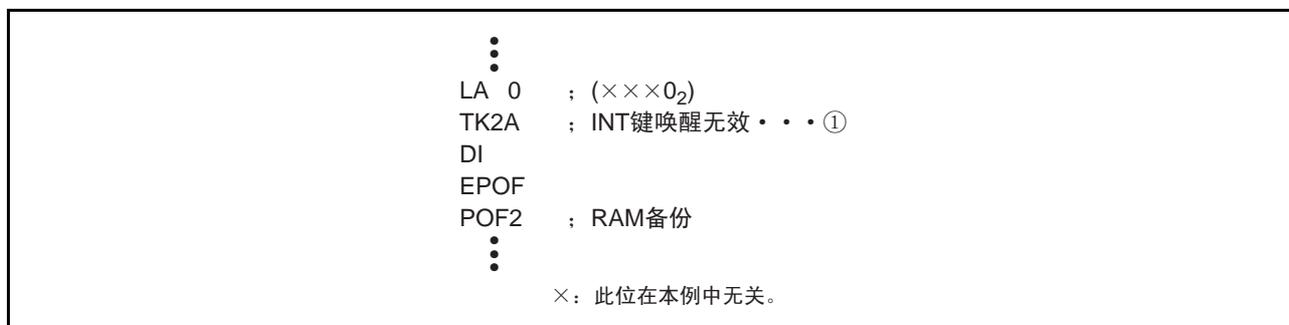

图 30 外部 0 中断程序例子 2
- 在禁止INT引脚输入时（寄存器I13= “0”），必须在转移到掉电模式前将INT引脚的键唤醒设定为无效（寄存器K20= “0”）（图30①）。